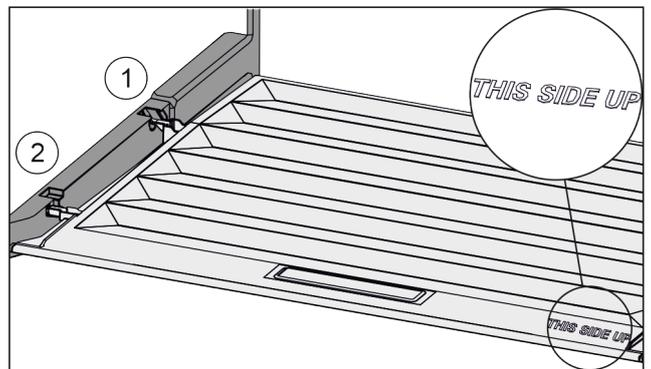

Fig. 135
- ▶ Deckelstege über Öffnung der hinteren Halterung Fig. 135 (1) einführen und vorne in Halterung Fig. 135 (2) einrasten.